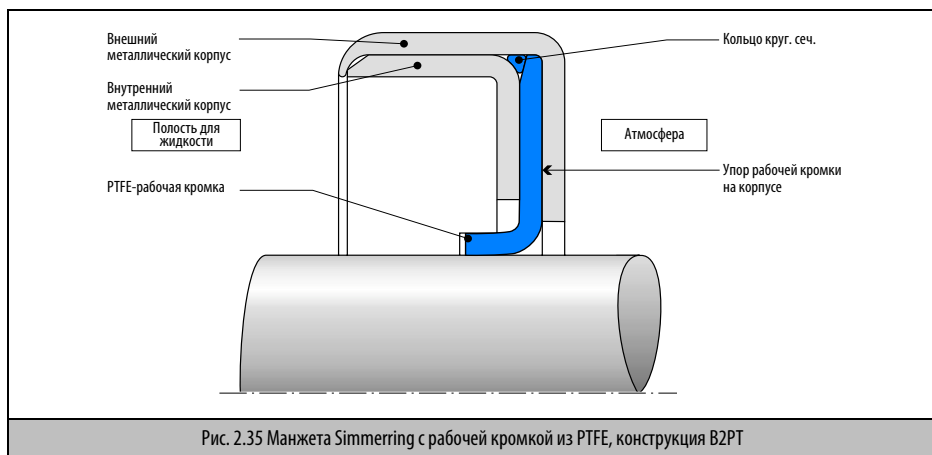

Рис. 2.35 Манжета Simmerring с рабочей кромкой из PTFE, конструкция B2PT
- Между двумя металлическими корпусами из нержавеющей стали плотно посаженная уплотнительная манжета из PTFE (→ Рис. 2.35).